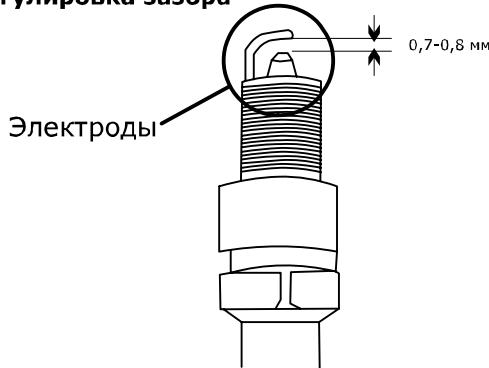

Рис. 21
- Выверните свечным шестигранным ключом, входящим в комплект поставки, и осмотрите свечу (рис. 20). Электроды свечи должны иметь светло-коричневый цвет (рис. 21).
- Проверьте величину зазора между заземляющим и центральным электродами, используя специальный щуп. При необходимости установите зазор 0,76 мм (рис. 21).